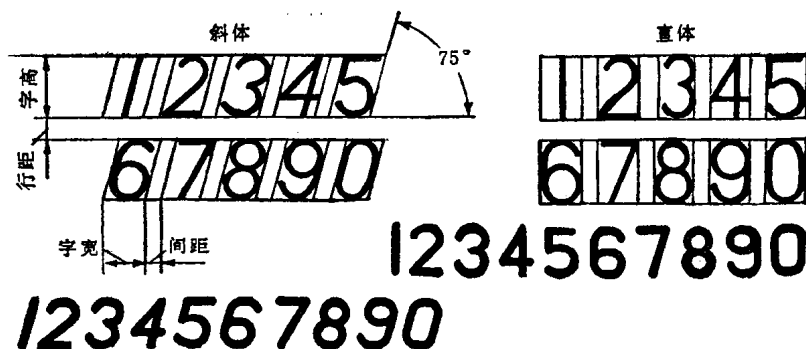

图24 数字字体示例
2. 数字和字母 数字和字母分为斜体(字体和水平线成倾斜 75° 角)和直体两种, 如图 24 所示。字母又分为大写和小写两种, 小写字母的高度约等于大写字母高度的 $2/3$, 如图 25 所示。字体的宽度、字与字之间的距离、行与行之间的距离以及笔划的粗细等, 都和中文字体的相同。